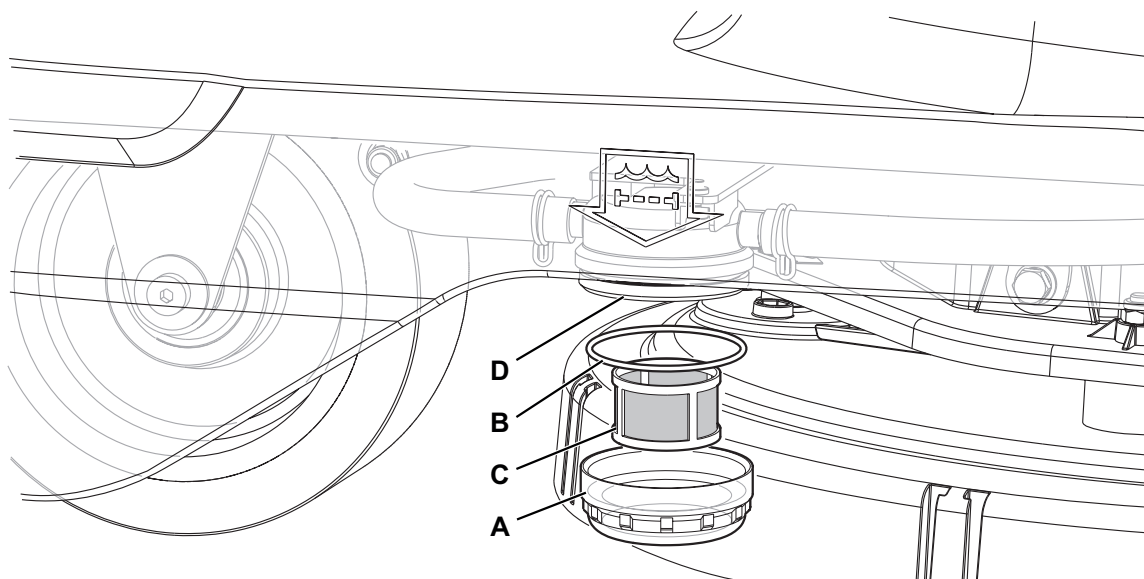

Afbeelding 11
2. Controleer of de machine is uitgeschakeld en de bedienerssleutel (41) is verwijderd.
3. Breng de afdekking (18) omhoog.
4. Reinig en was de binnenkant van de tank (17) en de afdekking met schoon water.
5. Voer het water af uit de tank met de slang (26).
6. Reinig het aanzuigrooster (28), koppel de houders (A, Afb. 11) los, open het rooster (B) en neem de vlotter (C); reinig deze daarna zorgvuldig en plaats terug.
7. Demonteer de verzamelbak voor grof vuil (D) en open het deksel ervan. Reinig de bak zorgvuldig en monteer hem weer op de aanzuigslang.
8. Controleer of de pakking (E) van de afdekking van de tank heel is.